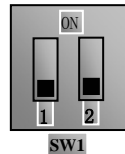

图 4-4 拨码开关
4.8.2 单相变频器变频器控制端子排附近有一两位红色拨码开关 SW1，如图 4-4 所示。